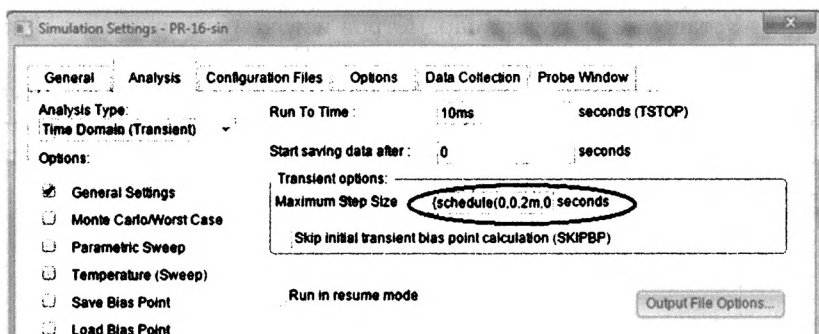

Рис. 8.14. Установка планирования шага
4. В профиле моделирования настроим команду планирования для уменьшения времени шага в заданные моменты времени. Вы можете ввести команду планирования в окно Maximum step size непосредственно. Но из-за малого поля этого окна (рис. 8.14) рекомендуется сначала ввести команду планирования в текстовый редактор, например «Блокнот», затем скопировать и вставить в окно следующую команду (без пробелов в строке):